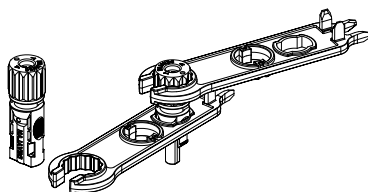

Figura 5.5 Conector com porca de capa parafusada
c) Insira o pino de contato na parte superior do conector e aperte a porca da capa na parte superior do conector.(como mostra a figura 5.5).